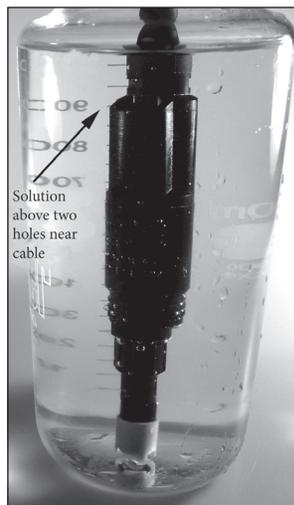

Figure 8. Solution submergeant les deux trous situés près du câble.
1. Placez le capteur dans la solution. La solution doit recouvrir les trous du capteur de conductivité qui sont les plus proches du câble (Figure 8). Assurez-vous que le capteur de conductivité tout entier est immergé dans la solution, sinon, l'appareil mesurera approximativement la moitié de la valeur attendue. Déplacez doucement la sonde de haut en bas pour enlever les bulles d'air du capteur de conductivité.
<p>Impossible d'étalonner le capteur de conductivité ; l'appareil affiche Surétalonnage, Sous-étalonnage, Lecture instable pendant le calibrage.</p>	<ol style="list-style-type: none"> 1. Veillez à ce que le capteur de conductivité soit propre. Suivez les procédures de nettoyage de la section Soins, entretien et stockage de ce guide. 2. Vérifiez que les deux trous situés à proximité du câble sont immergés dans la solution d'étalonnage. Voir Figure 8. 3. Vérifiez que la solution d'étalonnage n'a pas expiré et qu'elle n'est pas contaminée. Essayez avec un nouveau flacon de solution. 4. Veillez à bien entrer la valeur correcte pour la solution, en fonction des unités de mesure. 1 mS = 1 000 uS. 5. Assurez-vous que la durée de stabilisation est suffisante pour l'étalonnage de la conductivité et de la température ET attendez au moins 3 secondes avant de confirmer l'étalonnage. 6. Contactez l'assistance technique d'YSI.
Les mesures de conductivité ne sont pas précises.	<ol style="list-style-type: none"> 1. Veillez à ce que le capteur de conductivité soit propre. Suivez les procédures de nettoyage de la section Soins, entretien et stockage de ce guide. 2. Vérifiez que les deux trous situés à proximité du câble sont immergés dans l'échantillon. Voir Figure 8. 3. Vérifiez l'étalonnage. 4. Vérifiez que les mesures de température sont précises. 5. Vérifiez que les unités correctes sont définies dans le menu Configuration système, à savoir uS ou mS et Conductivité ou Conductance spécifique. 6. Contactez l'assistance technique d'YSI.
Les valeurs de conductivité affichent Sur ou Sous dans l'écran d'exécution.	<ol style="list-style-type: none"> 1. Veillez à ce que le capteur de conductivité soit propre. Suivez les procédures de nettoyage de la section Soins, entretien et stockage de ce guide. 2. Vérifiez que les deux trous situés à proximité du câble sont immergés dans l'échantillon. Voir Figure 8. 3. Vérifiez l'étalonnage. 4. Vérifiez que les mesures de température sont précises. 5. La conductivité de l'échantillon se trouve hors de la plage de mesure de l'appareil, à savoir 0 à 200 mS. 6. Contactez l'assistance technique d'YSI.